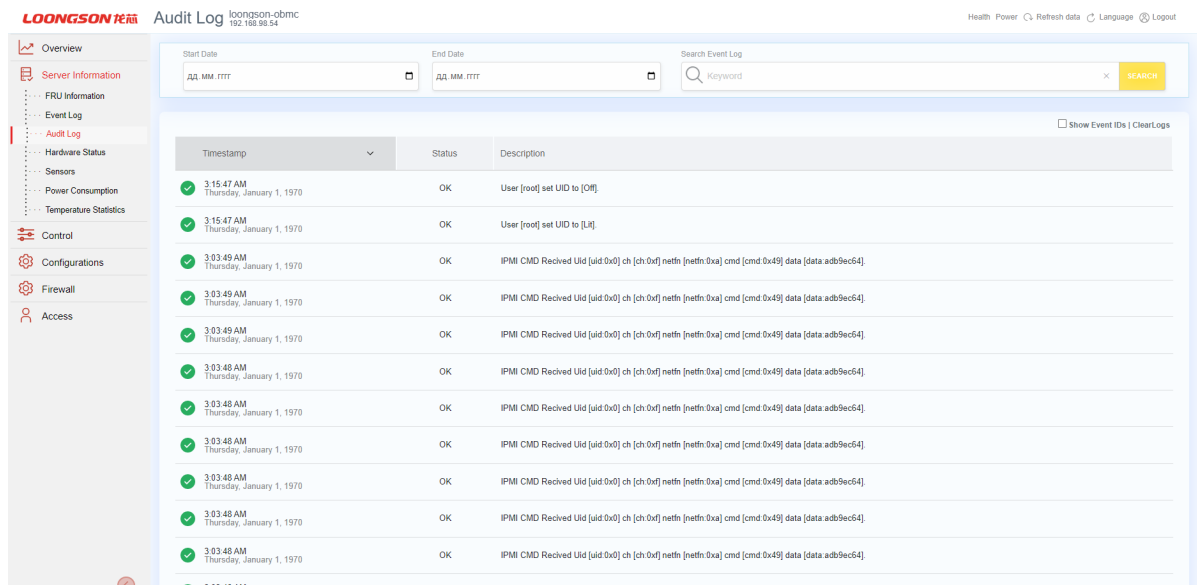

Рис. 73. Окно «Audit Log»
- 4) Пройдите во вкладку «Server Information» → «Audit Log» в данной вкладке отображается информация о входе в систему, чтобы пользователи могли отслеживать доступ к BMC WebUI. В поле «Start Date» произведите фильтрацию по дате начала события, в поле «End Date» произведите фильтрацию по дате окончания события. В поле «Search Event Log» произведите поиск в журнале событий. Окно показано на рис. 73